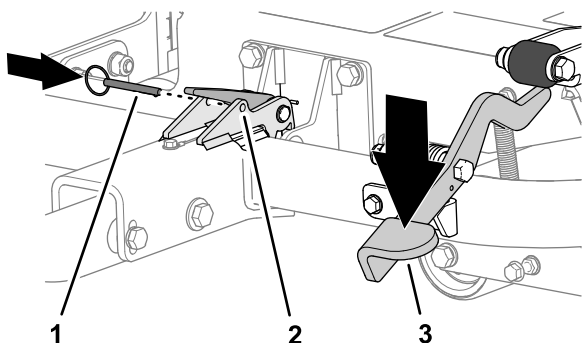

Figura 19
3. Premete il pedale dell'attacco in modo che l'attacco si blocchi in posizione (Figura 19).